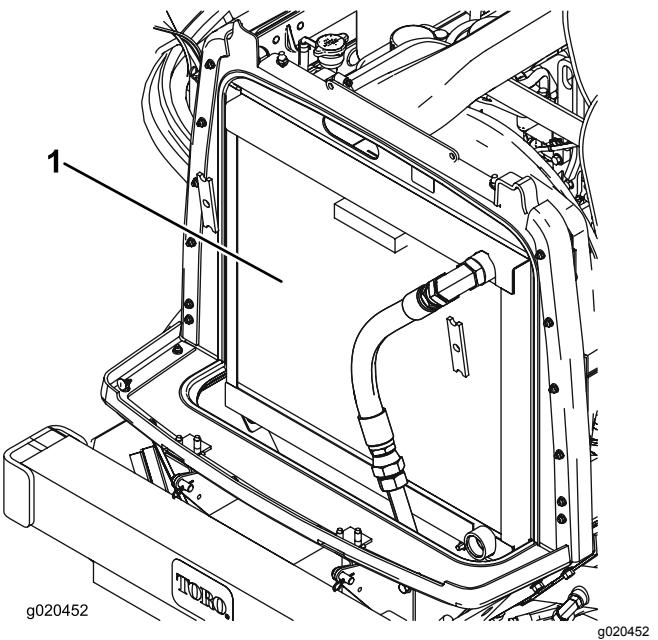

図 111
3. オイルクーラーとラジエーターの裏表を圧縮空気で丁寧に清掃する**図 111**。